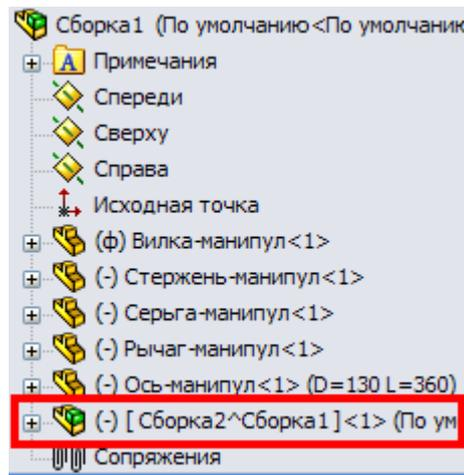

Рис. 11.39 Дерево конструирования с Новым узлом.
7) В Дереве конструирования появляется новый компонент, с именем по умолчанию – [Сборка 2] (рис.11.39).